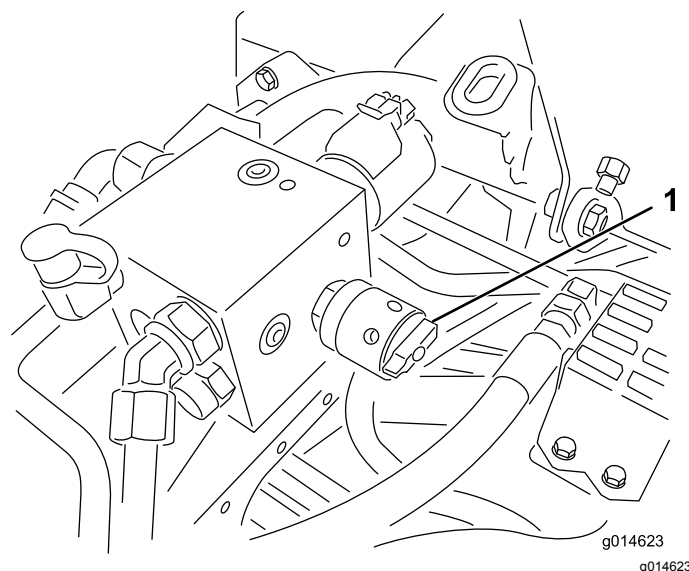

Figura 50
- Rode o controlo da velocidade dos cilindros para a posição 1 (Figura 50).